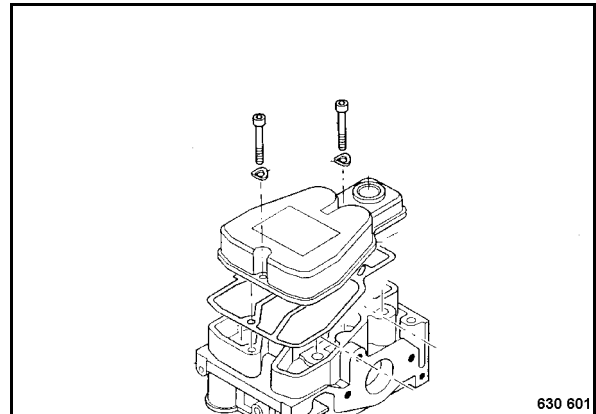

Fig. 70
- Desmontar la tapa de válvulas (Fig. 70).